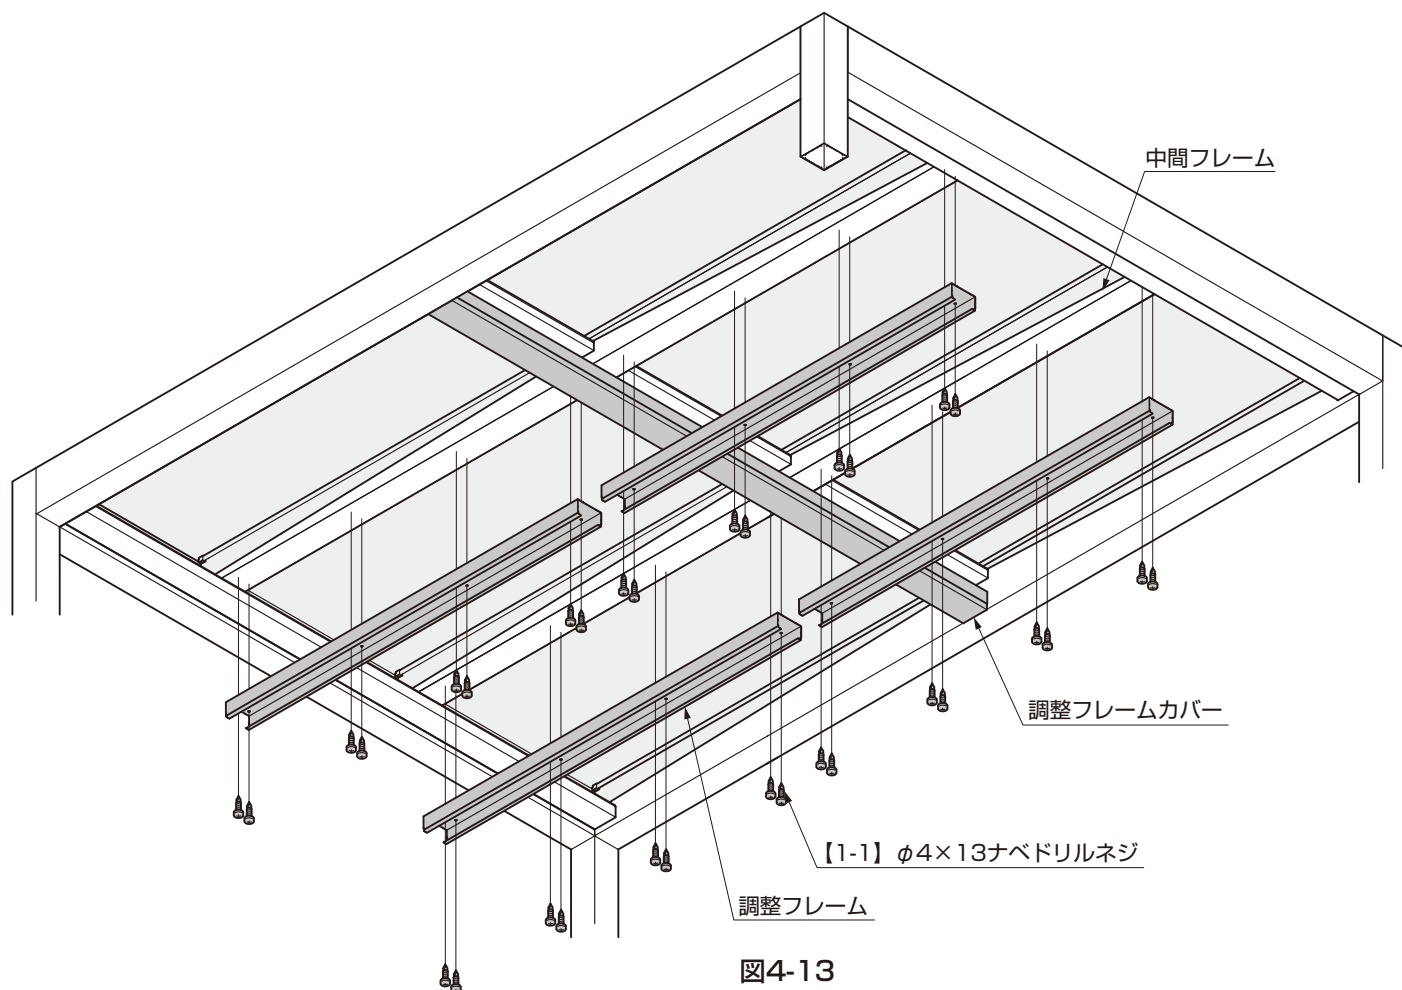

図4-13
- ⑥ 中間フレームに調整フレームを【1-1】で取付けてください。(図4-13参照)